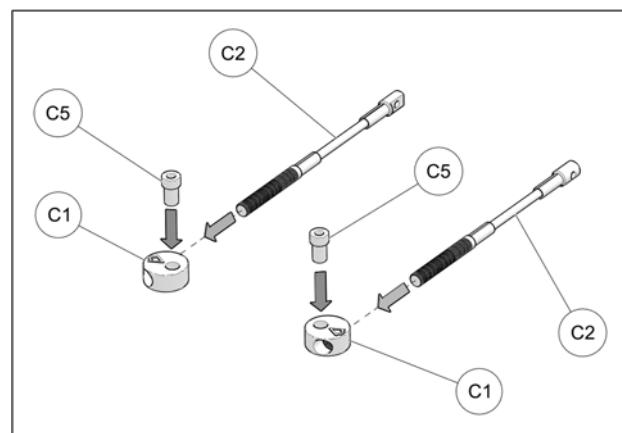

Fig. 21
10. Assemble steering limiter cables (**C2**), aluminium disks (**C1**) and step spacers (**C5**) together as shown on Fig. 21
10. Assembler les câbles des limiters de conduite (**C2**), les extrémités en aluminium (**C1**) et les bagues espaciers (**C5**) tel que montre à la Fig. 21